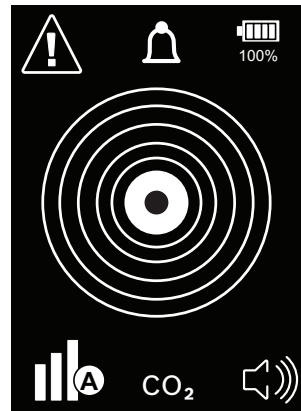

Fig. 4: Schermata di caricamento
- ⇒ Una schermata di caricamento visualizza tutte le icone (vedi Fig. 4).